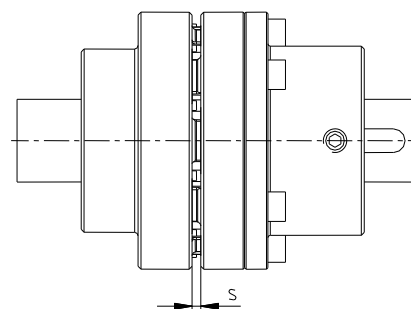

Bild 33: Kupplungseinbau
- Überprüfen Sie das s-Maß (siehe Bild 33).